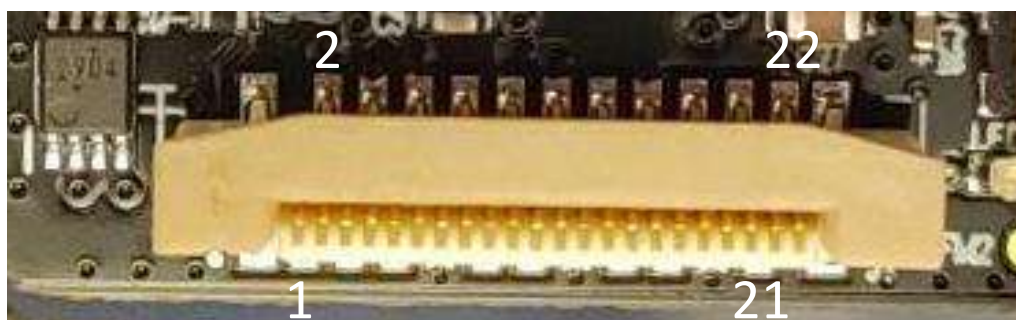

Рис.4 Внешний вид разъёма J1 на плате модуля.
2) К 22-выводному разъёму CAMERA (рис.4) одноплатного компьютера через стандартный «обратный» шлейф 22pin-to-22pin, контакты которого находятся на разных поверхностях шлейфа (рис.6). В этом варианте используется режим передачи видеоданных по четырём линиям (4-Lane).